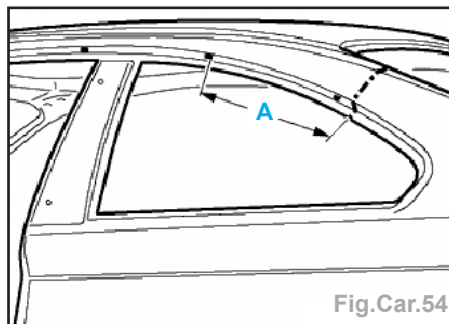

Fig.Car.54
- Cote (A) = 240 mm du bord du toit.
- Déterminer et tracer la ligne de coupe du pied arrière dans la baie de lunette (Fig. Car.54).
- Cote (A) = 350 mm du passage carré pour l'agrafe de fixation de l'enjoliveur (baguette chromée).